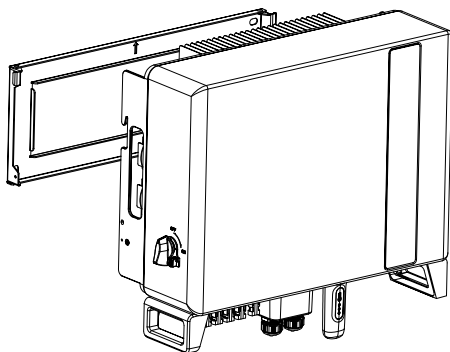

Figure 4.4 Support de montage mural
- 2.Soulevez l'onduleur (en veillant à éviter les tensions corporelles) et alignez le support arrière de l'onduleur avec la partie convexe du support de montage. Accrochez l'onduleur au support de montage et assurez-vous qu'il est bien fixé (voir figure 4.4).